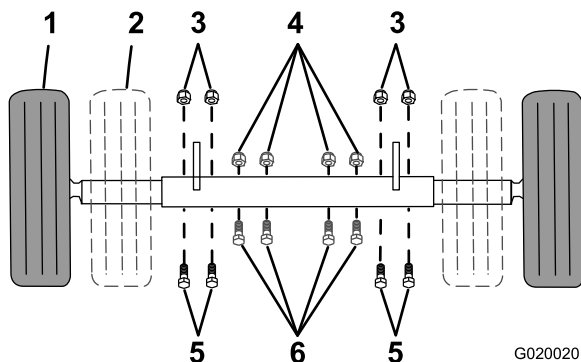

Figure 22
1. Branchez le connecteur électrique de la machine au connecteur électrique du véhicule tracteur (Figure 22).
Si votre machine est équipée d'un essieu réglable (Figure 22), vous pouvez le régler à la position étroite pour permettre à la machine de passer par un point d'accès étroit, comme un portail ou l'entrée d'un bâtiment.
1. Point de soutien (2)
7. Retirez les boulons et les écrous qui fixent l'essieu intérieur à l'essieu extérieur (Figure 22).
- Faites glisser chaque côté de l'essieu vers l'intérieur à la position étroite (Figure 22).
- Faites glisser chaque côté de l'essieu vers l'extérieur à la position large (remorquage) (Figure 22).
9. Fixez l'essieu avec les boulons et écrous retirés précédemment (Figure 22), et serrez-les à 87 N·m (64 pi-lb).